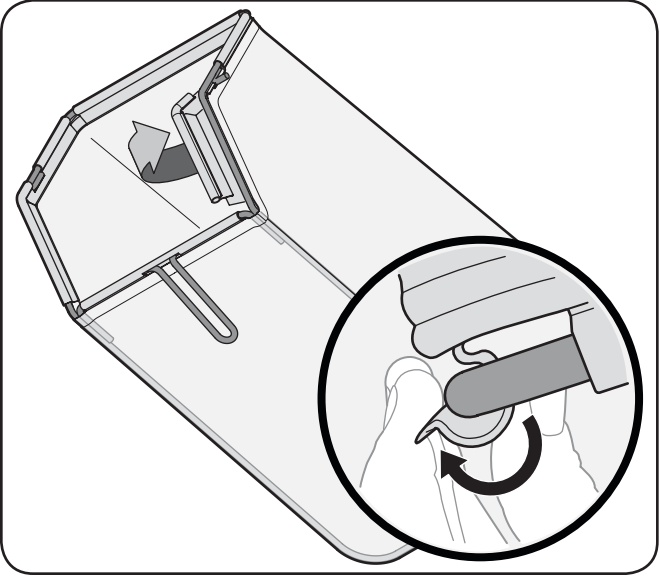

Figure 3-7
- Attachez le sac sur l'armature en accrochant les glissières sur l'armature, comme à la Fig. 3-7.